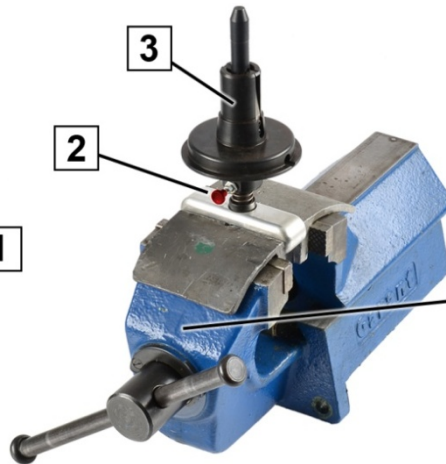

Fig. 2: Brider l'outil spécialisé
2. Brider (fig. 2) l'outillage spécialisé (3) dans l'étau (5).